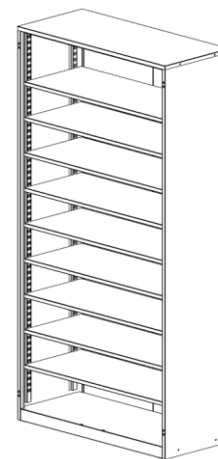

рис. 5
5.5. Установить полки при помощи зацепов (рис. 5).
5.6. Установить петли и двери (рис. 5).